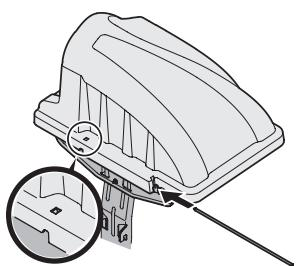

Figura 13
6. Deslice el pasador de bisagra en el orificio ubicado en la lengüeta de montaje, como se indica en la Figura 13. Use la ventana recortada (recuadro) para alinear el pasador de bisagra del otro lado y oprímalos a fondo hasta que llegue al topé. En este punto el pasador calza en su posición y queda asegurado por una lengüeta en la cubierta de la embolsadora. Vea los insertos en la Figura 14.